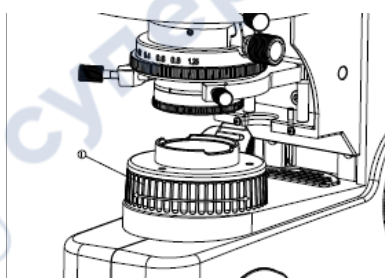

Рис.6
2. Полевая ирисовая диафрагма (рис.6).